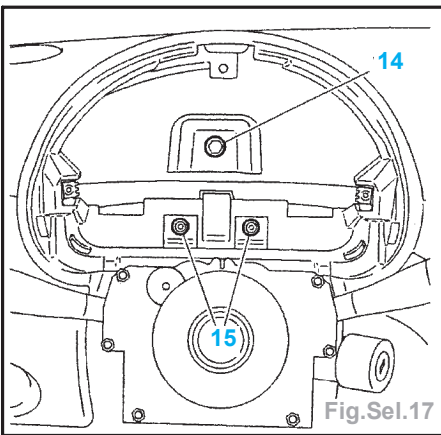

Fig.Sel.17
- l'écrou (13) et la jambe de force (6),
- les vis (14 et 15) (Fig.Sel.17).